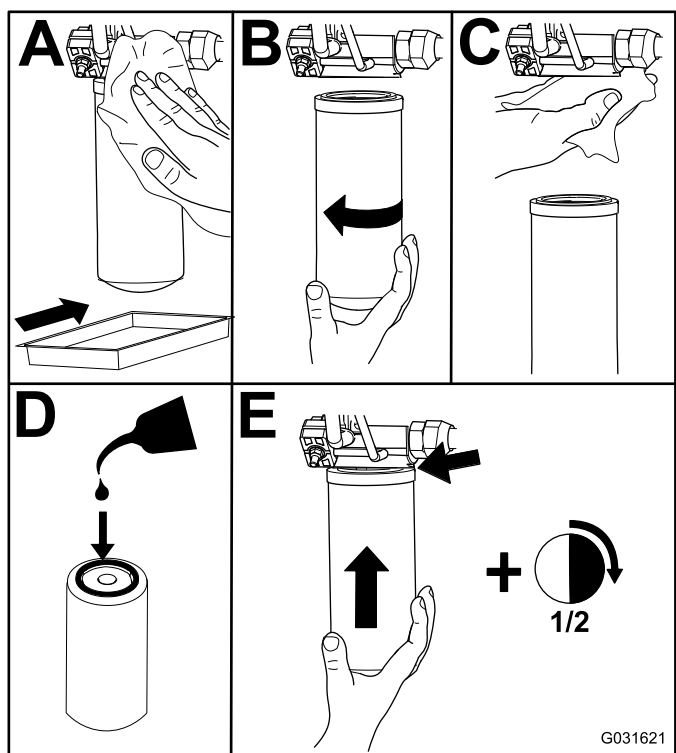

Рисунок 119
2. Замените гидравлические фильтры (Рисунок 119).